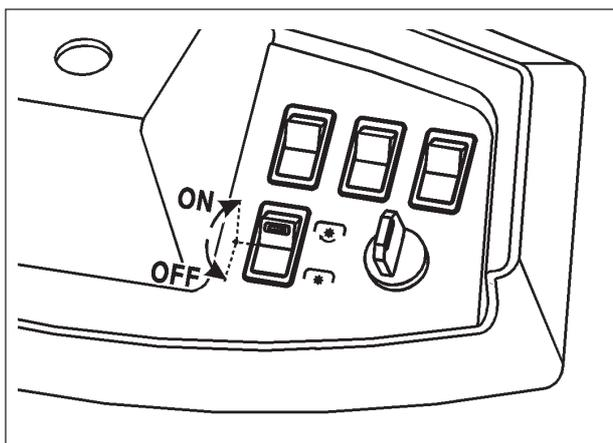

Fig. 16
Antes de arrancar el motor, asegúrese que el embrague del sistema de corte esté desacoplado, posición OFF (fig. 16).
2. Ya en el césped, acople la unidad de corte con el conmutador de palanca (Fig. 16).